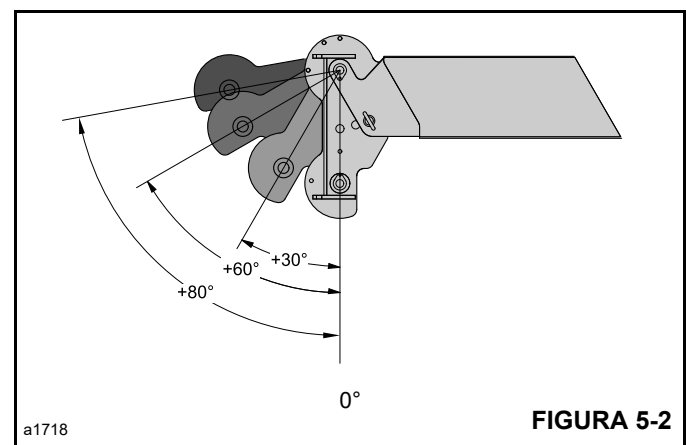

FIGURA 5-2
La posición de 0° de la cabeza de la pluma es la posición estándar. Las posiciones de 30°, 60° y 80° (Figura 5-2) pueden usarse cuando las limitaciones de altura libre exigen colocar la cabeza de la pluma a una altura más baja. Todas las posiciones pueden usarse con configuraciones de cables de una o cuatro secciones.
5. Coloque el agujero de pasador en la cabeza de pluma para que el mismo se alinee con el agujero apropiado para el ángulo deseado (vea la Figura 5-2). Inserte el pasador de bloqueo de pivote a través de los agujeros e instale la chaveta.